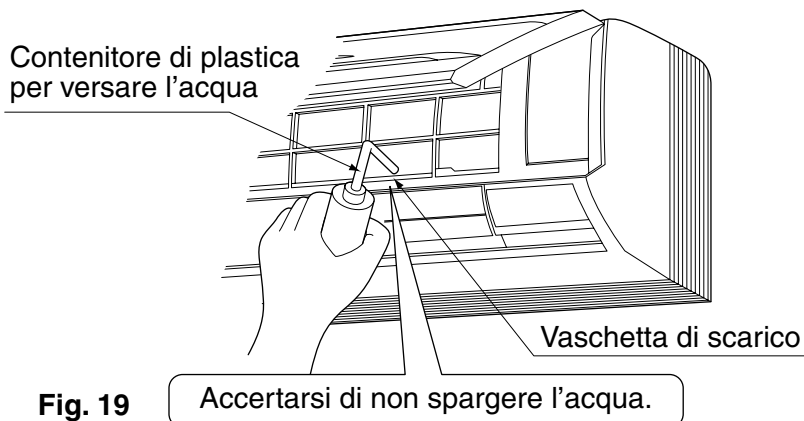

**Fig. 18**
**(Fare riferimento alla Fig. 18)**